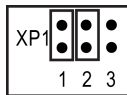

Рисунок 8.1 – Положение переключки
1. Установить на коммутатор XP1 переключки в положение «1» и «2» (см. *рисунок 8.1*).